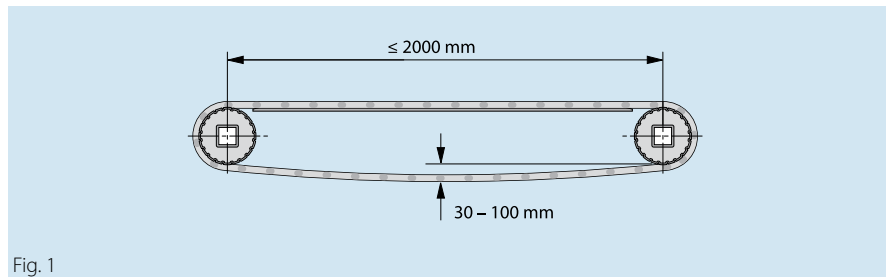

Fig. 1
- transportador corto (fig. 1)